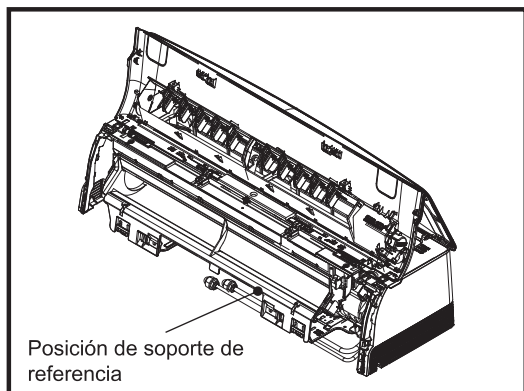
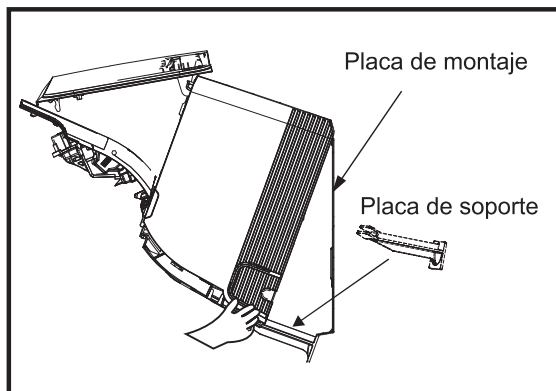

Fig. 13
Fig. 14
- 5) Utilice la placa de soporte para mover la unidad paso a paso hasta llegar a la mejor ubicación (Fig. 13 y Fig. 14).